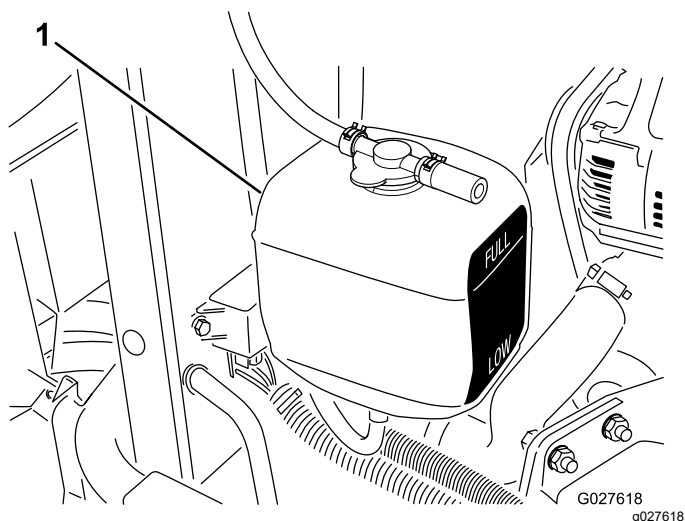

Рисунок 75
3. Проверьте уровень охлаждающей жидкости в расширительном бачке (Рисунок 75).